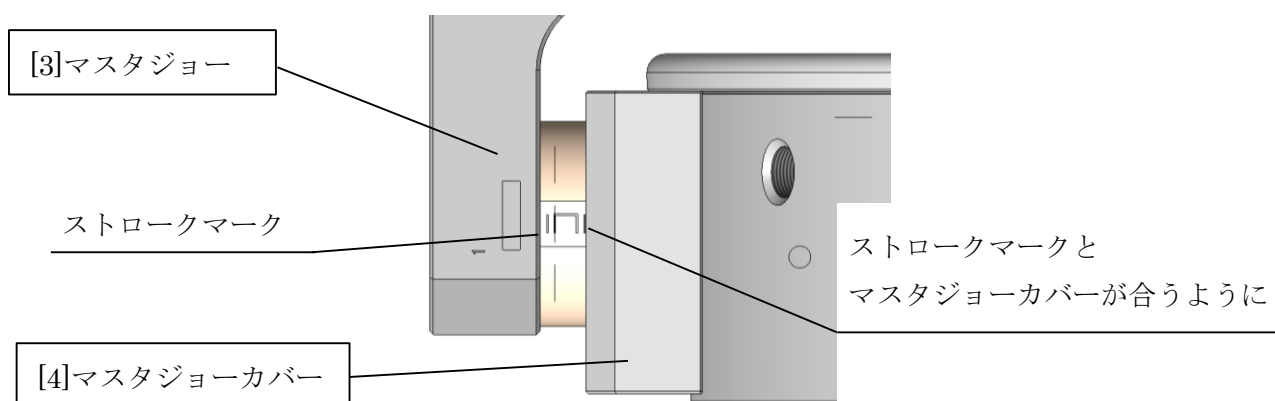

図 18 ストロークマーク位置
- ・ウェッジプランジャ[2]の位置を調整します。シリンダ前進端でマスタジョー[3]のストロークマークの一番内側の線がマスタジョーカバー[4]外周端に合うようにドロースクリュー[8]を回して調整してください。(図 18 参照)
⑦カバーフタを取付け、チャックの振れを確認します。